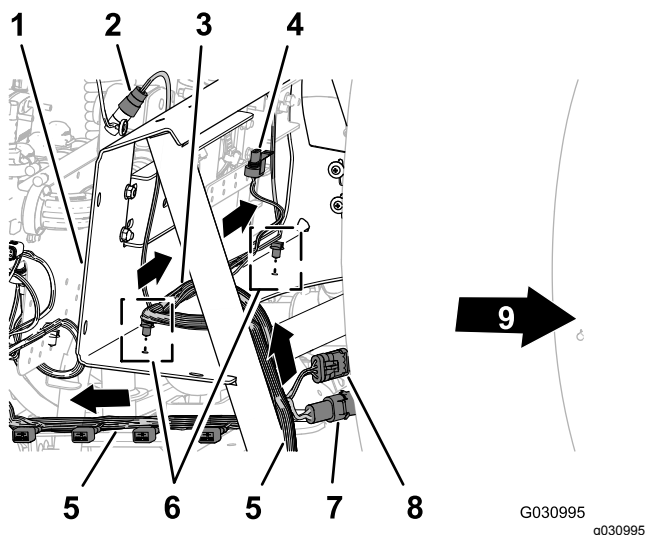

Figure 98
- Acheminez la branche de 203 cm du faisceau à l'intérieur du renfort du support de vanne et vers l'arrière dans la direction du support des 10 vannes, comme montré à la Figure 98.
2. Acheminez la branche de 81 cm du faisceau pour le débitmètre et la vanne d'agitation en travers de l'avant du support de collecteur (Figure 98).
3. Insérez les fixations à pression de la branche de 81 cm dans les trous sur la bride inférieure du support de collecteur (Figure 98).